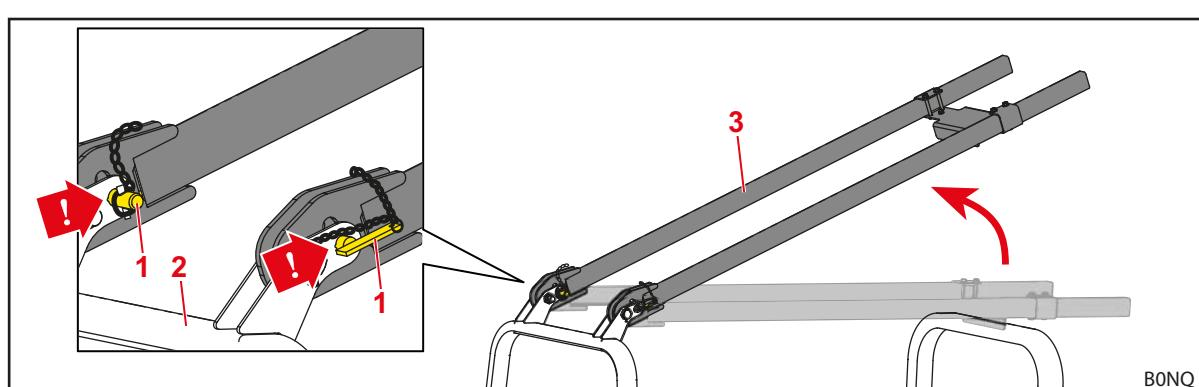

Рис. 40 Поднятые и зафиксированные в нижних отверстиях перекладины
- (1) Зафиксируйте длинные перекладины в нижних отверстиях.
- Зафиксируйте длинные перекладины стопорными пальцами в нижних отверстиях (см. Рис. 40).
- (2) Поднимите нижнюю дугу (см. описание руководство OPG без длинных перекладин в начале главы).
- (3) Опустите длинные перекладины.